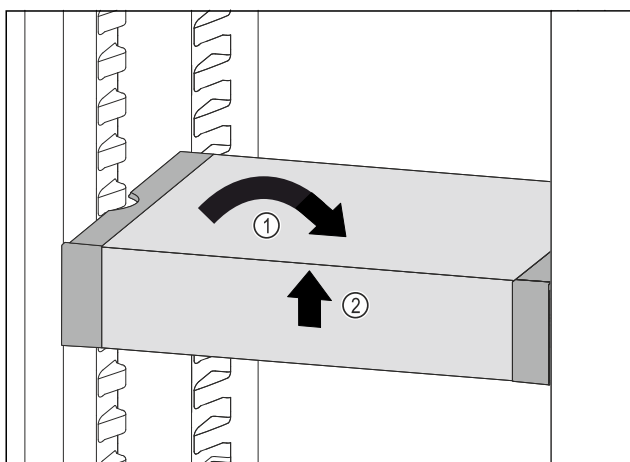

Fig. 113
- ▶ Установите VarioSafe прямо. Fig. 113 (1)
- ▶ Приподнимите VarioSafe спереди. Fig. 113 (2)